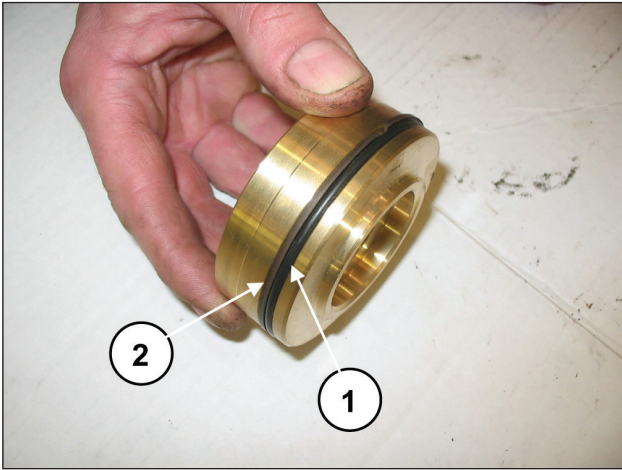

图114
把O形环（分解图部件号17，①-图114）和密封环（分解图部件号21，②-图114）安装在排出阀的塞盖上。